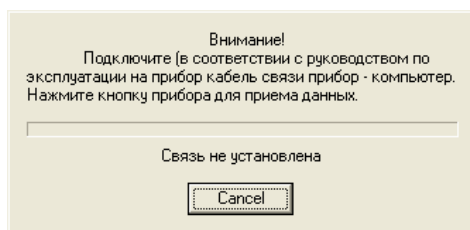

Рисунок 2
- Нажать кнопку **“программировать”** при этом на экране монитора будет отображено окно передачи (рисунок 2)